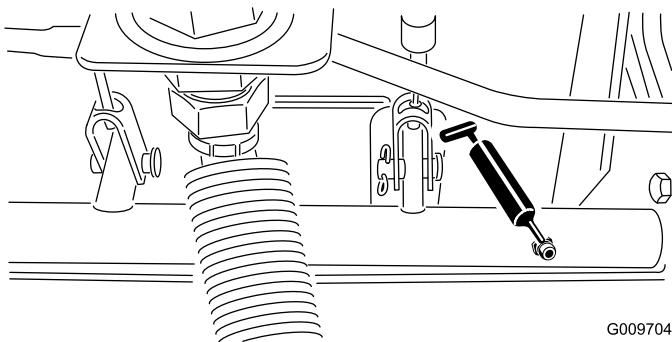

Figura 81
- Cojinetes del pivote del eje de freno (5) (Figura 81)